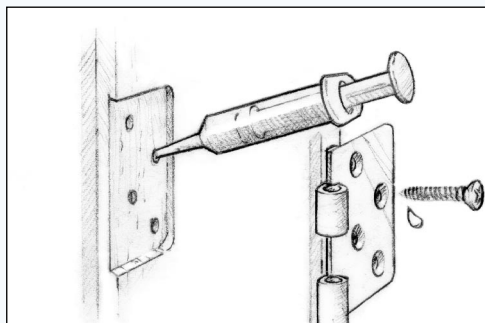

Figure 15 Imprégner un avant-trou standard et placer la fixation
1. Imprégnez un avant-trou de taille standard et faites bien pénétrer le mélange résine/durcisseur dans le trou avec une nettoie-pipe ou une seringue (*Figure 15*). Épaississez une seconde couche d'époxy autant que nécessaire pour les trous au filetage arraché ou les trous surdimensionnés.